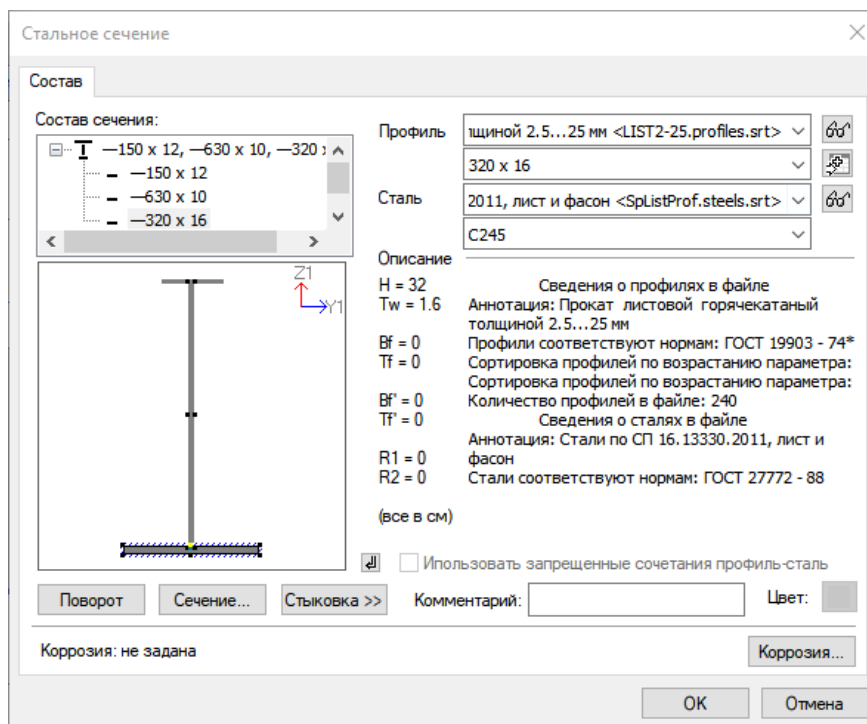

Рис.26.8. Диалоговое окно Стальное сечение
- В открывшемся диалоговом окне **Стальное сечение** (рис. 26.8). Выберите верхний пояс двутавра, задайте следующее: